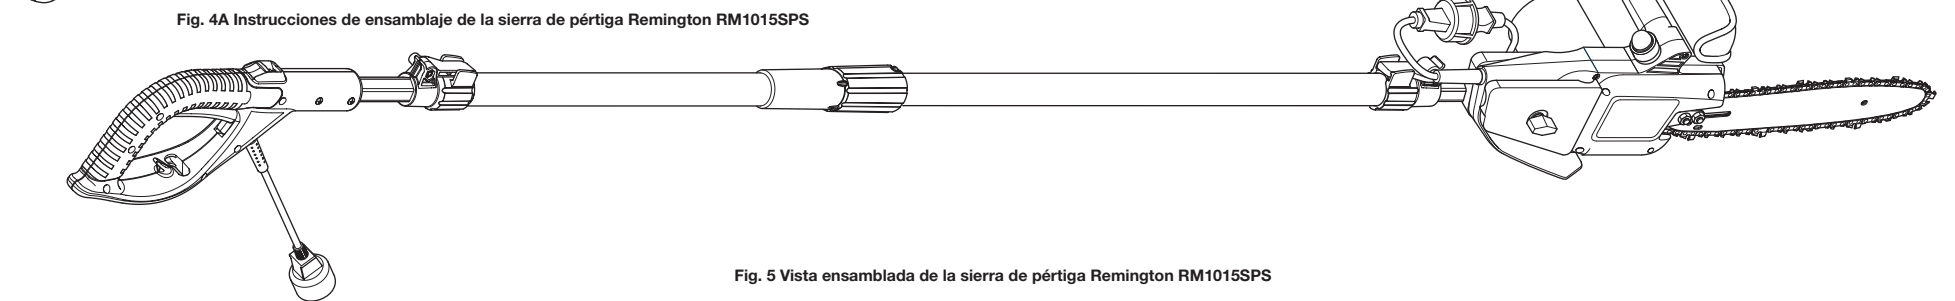

Fig. 5 Vista ensamblada de la sierra de pértiga Remington RM1015SPS
10. Inserte el cable de alimentación de la sierra de cadena en el receptáculo de la pértiga, como se muestra. (Fig. 5)